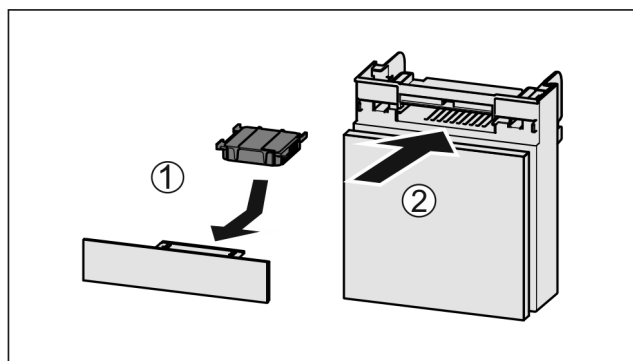

Fig. 62
- ▶ Вставити фільтр з активованого вугілля за малюнком Fig. 62 (1).
- ▶ Вставити відділення Fig. 62 (2).